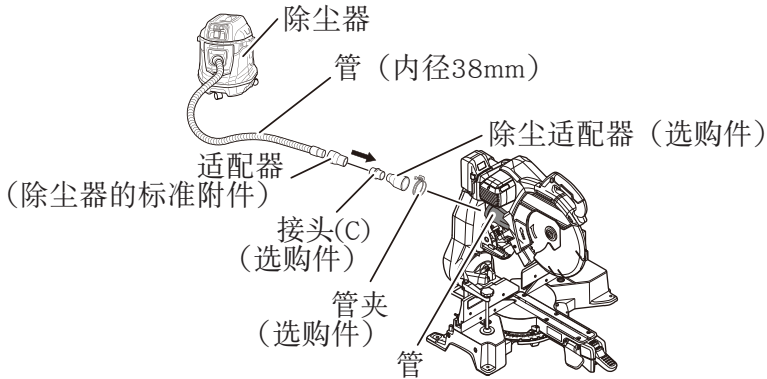

图39
16. 连接除尘器（另售）（第44页的图39）
按箭头方向进行连接。（第44页的图39）